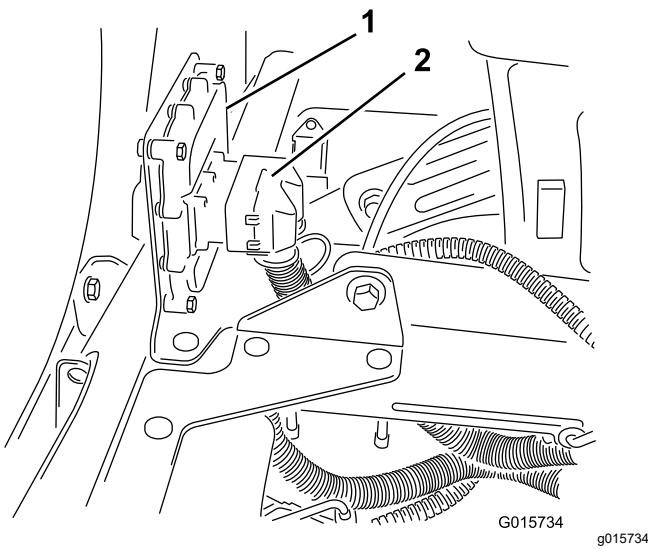

Bild 32
2. Schließen Sie den 50-Buchsen-Stecker des Sonic Boom-Kabelbaums am 50-Stift-Stecker des elektrischen Steuergerät an und befestigen Sie die Anschlüsse mit der Innensechskantschraube (Bild 32).